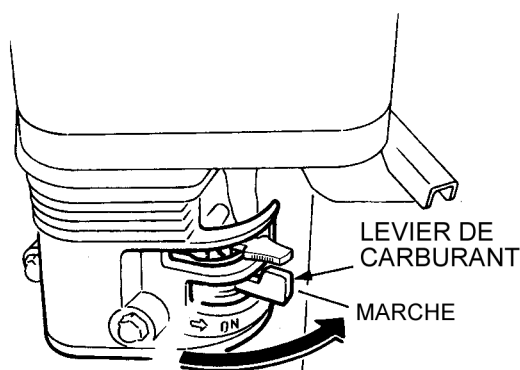

Figure 12. Levier du robinet à essence « Marche »
1. Placer le levier du robinet à essence (figure 12) en position « Marche » (ON).